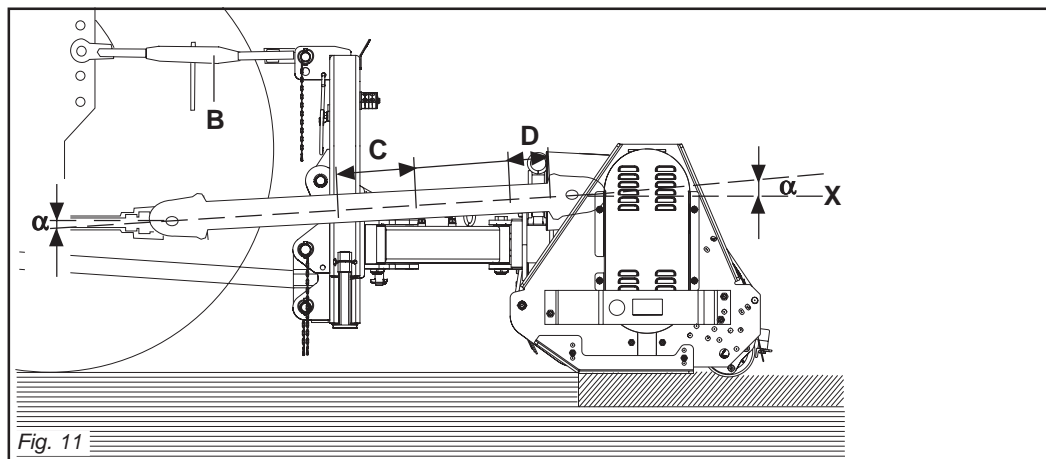
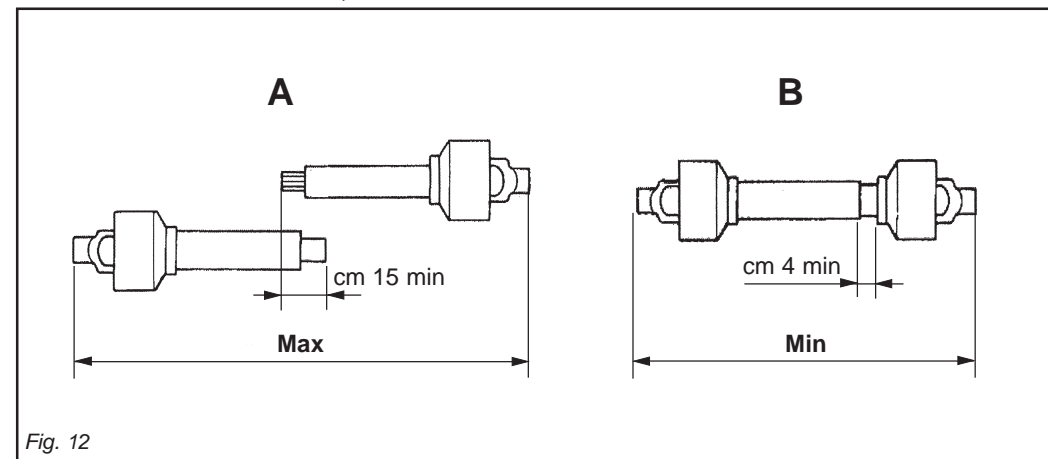

Fig. 11
Fig. 12
Per fare ciò aumentare o diminuire la lunghezza della barra superiore dell'attacco (B Fig. 11) in modo da portare l'asse (X Fig. 11) della ghiera scanalata della scatola parallela al suolo.
- I due angoli (α Fig. 11) formati dalle assi delle forcelle e l'asse dei tubi scorrevoli saranno uguali e non dovranno superare i 10°.
- La copertura (C Fig. 11) dei tubi scorrevoli deve essere di 15 cm minimo (Fig. 12).
- I due tubi dell'albero di trasmissione a cardano non si devono ricoprire completamente, una corsa di sicurezza (D Fig. 11) di 4 cm minimo deve sussistere.
- Gli angoli (α Fig. 11) dei cardani non devono essere superiori a 40° (Fig. 11).
To achieve this, increase or decrease the length of the top bar of the hitch (B Fig. 11) so as to set the axis (X Fig. 11) of the housing's grooved ring nut parallel to the ground.
- The two angles (α Fig. 11) formed by the fork axes and the axis of the sliding tubes will be equal and must not exceed 10°.
- The sliding tubes (C Fig. 11) must overlap by at least 15 cm (Fig. 12).
- The two tubes of the driveline shaft must not fully overlap. There must always be a safety travel (D Fig. 11) of at least 4 cm.
- The angles (α Fig. 11) of the drivelines must not exceed 40° (Fig. 11).
Accoupler l'arbre de transmission à cardans à la prise de force du tracteur. L'attelage est correct quand dans la position de travail la machine est horizontale. Pour obtenir cette condition augmenter ou diminuer la longueur de la barre supérieure de l'attelage (B Fig. 11) de manière à ce que l'axe (X Fig. 11) de la bague cannelée de la boîte soit parallèle au sol.
- Les deux angles (α Fig. 11) formés par les axes des fourches et l'axe des tubes coulissants doivent être identiques et ne doivent pas dépasser 10°.
- La couverture (C Fig. 11) des tubes coulissants doit être au minimum de 15 mm (Fig. 12).
- Les deux tubes de l'arbre de transmission à cardans ne doivent pas se recouvrir complètement, il doit rester une course de sécurité (D Fig. 11) de 4 cm au minimum.
Um dies zu erhalten, die Länge der oberen Kupplungsstange (B Abb. 11) erhöhen oder verringern, bis die Achse (X Abb. 11) der Keilmutter des Gehäuses parallel zum Boden steht.
- Die beiden Winkel (α Abb. 11), die aus den Achsen der Gabeln und der Achse der Gleitrohre bestehen, müssen gleich groß sein und dürfen auf keinen Fall größer als 10° sein.
- Die Überdeckung (C Abb. 11) der Gleitrohre muss mindestens 15 cm ausmachen (Abb. 12).
- Die beiden Rohre der Gelenkwelle dürfen sich nicht ganz überdecken. Es muss noch einen Sicherheitshub (D Abb. 11) von mindestens 4 cm geben.
- Die Winkel (α Abb. 11) der Gelenkwellen dürfen nicht größer als 40° sein (Abb. 11). Wenn man diese Resultate nicht erhalten kann:
El enganche es correcto cuando la máquina está horizontal en posición de trabajo. Para ello aumentar o disminuir la longitud de la barra superior del enganche (B Fig. 11) en modo de llevar el eje (X Fig. 11) de la tuerca ranurada de la caja paralela al terreno.
- Los dos ángulos (α Fig. 11) formados por los ejes de las horquillas y el eje de los tubos corredizos serán iguales y deberán superar los 10°.
- La cobertura (C Fig. 11) de los tubos corredizos debe ser como mínimo de 15 cm (Fig. 12).
- Los dos tubos del árbol de transmisión de cardán no se deben cubrir completamente, debe quedar una carrera de seguridad (D Fig. 11) de 4 cm como mínimo.
- Los ángulos (α Fig. 11) de los cardanes no deben ser superiores a 40° (Fig. 11).
-Les angles (α Fig. 11) des cardans ne doivent pas être supérieurs à 40° (Fig.11).